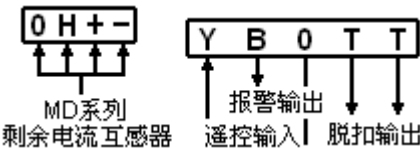

图4 2003DL-D 接线端子（每通道一组）
- “报警输出”为常开触点，“遥控输入”用于控制脱扣输出。此两接口可接至其他火灾报警系统（见第 9 页图 4、第 32 页图 12）。